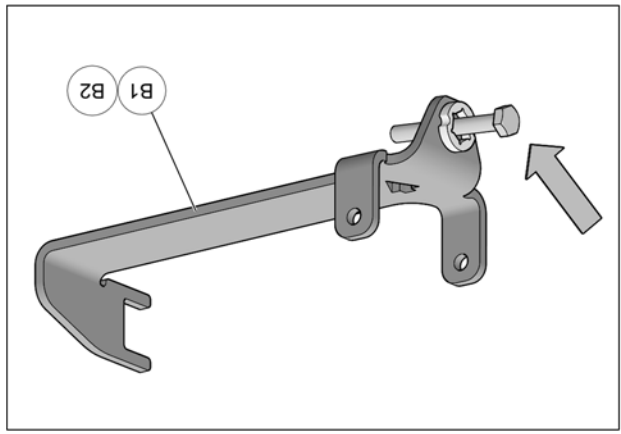

Fig. 4
4. Insérer un boulon à l'extrémité de chacun des ancrages de suspension arrière (B1-B2). Voir la Fig. 4